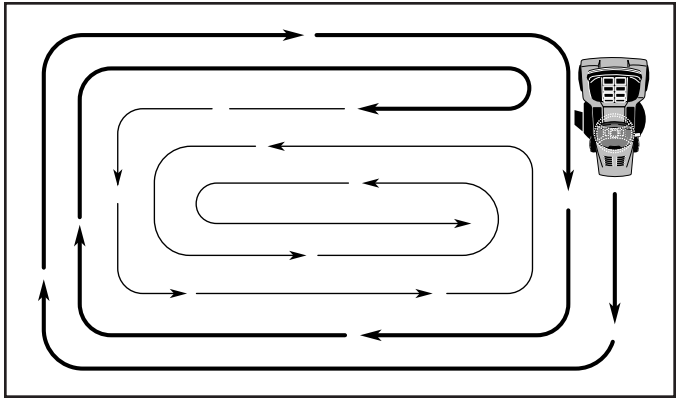

Fig. 13
• Pour tonder une grande surface, on vous conseille de commencer par tourner à droite, de façon à ce que l'herbe ne soit pas déversée sur les arbrustes, les clôtures, les allées, etc. Après un ou deux tours, tondez en sens inverse en tournant à gauche jusqu'à ce que le travail soit achevé (Voir la Fig. 13).